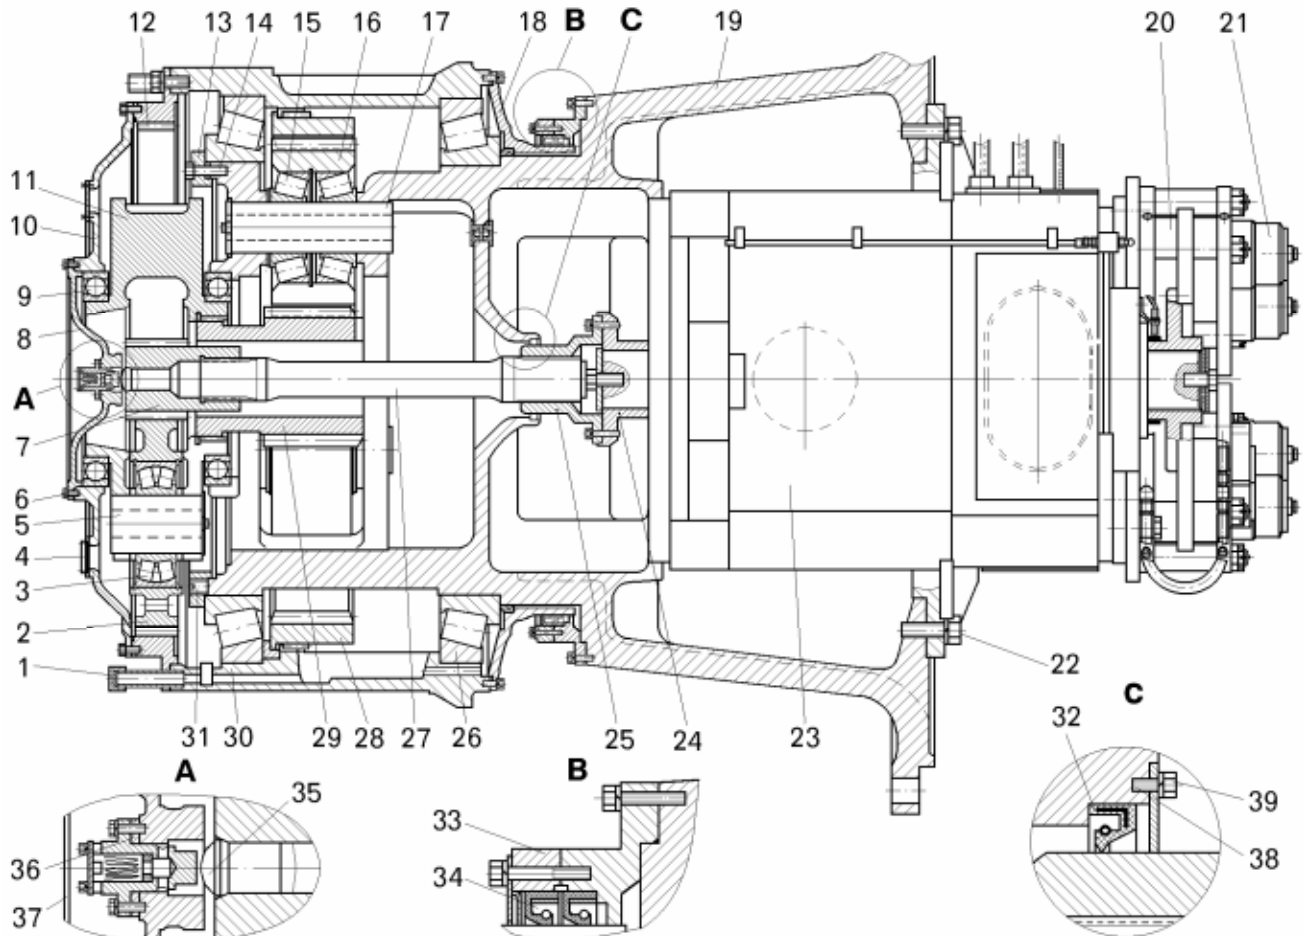
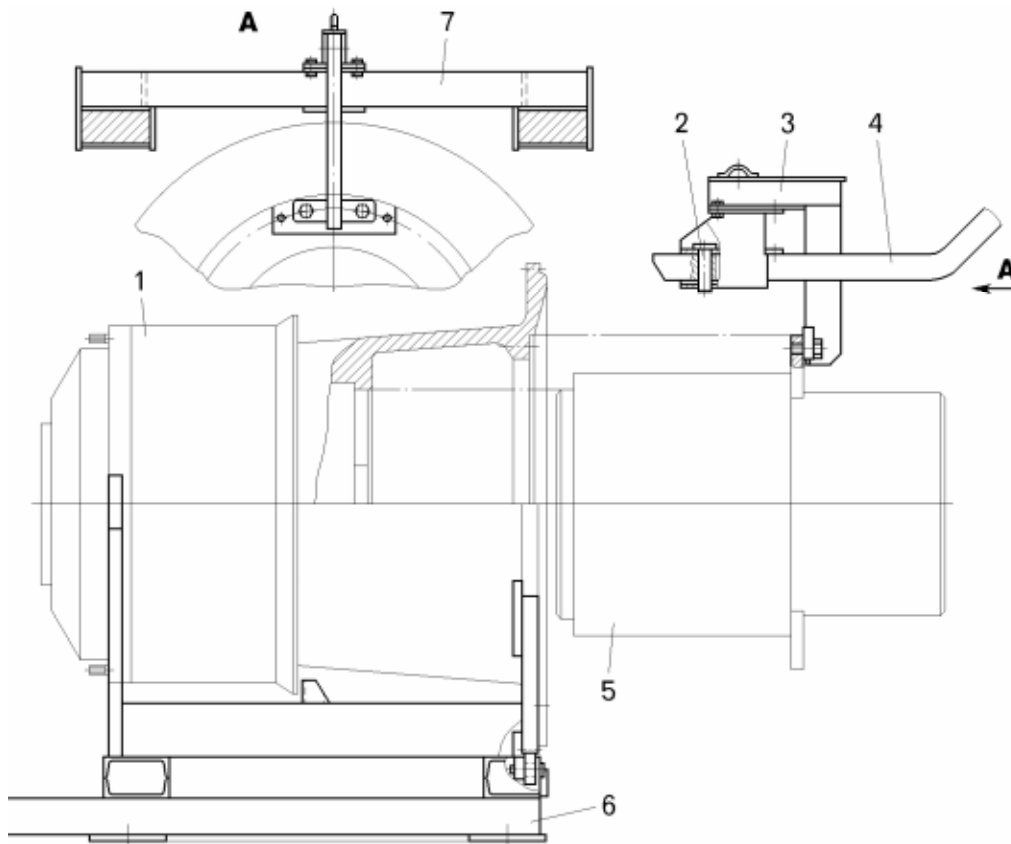

Рисунок 7.1 – Электромотор-колесо с редуктором 7520 и электродвигателем ЭК-590:
Рисунок 7.6 – Приспособление для установки и снятия тягового электродвигателя:
- зачалить тяговый электродвигатель за рым-болты или приспособлением (рисунок 7.6) и отвернуть болты 22 (смотри рисунок 7.1) крепления тягового электродвигателя 23 к корпусу редуктора 19 (для электромотор-колеса с редуктором 7520);